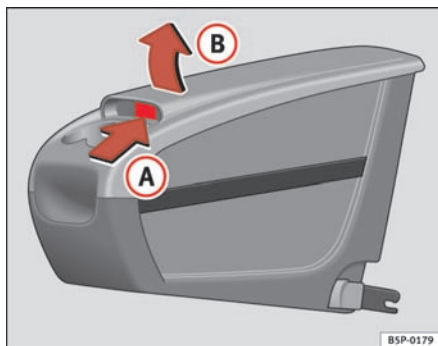

Fig. 115 Ekstra opbevaringsrum. Sådan åbnes det.
- Løft op i afdækningen **(B)** i området **(A)** ⇒ fig. 115.